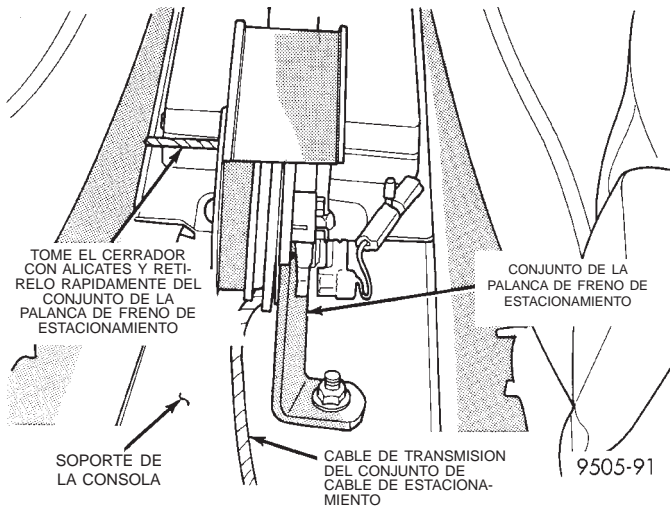

Fig. 50 Desmontaje del cerrador de la palanca de freno de estacionamiento
(3) Tome firmemente el cerrador de la palanca de freno de estacionamiento (Fig. 50) y retírelo rápidamente del mecanismo de la palanca. De esta forma se permitirá que el mecanismo de freno de estacionamiento ajuste correctamente los cables del freno de estacionamiento.